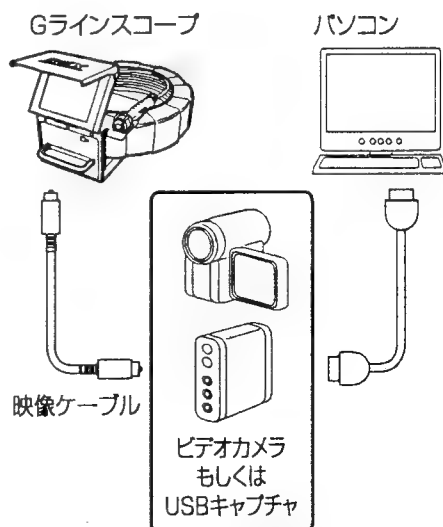

図23：接続例3
3.録画した映像から写真を作成する (図23) (パソコンに記録する)